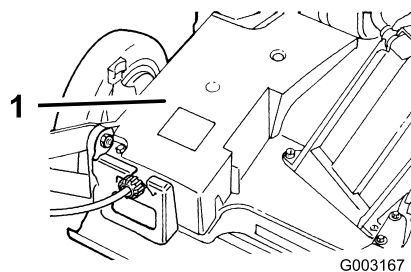

Figure 35
2. Enlevez les boulons qui fixent le carter de courroie (Figure 35) à la tondeuse.